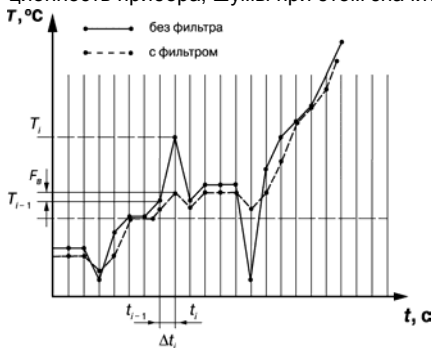

Рисунок 3.4
3.1.4.4.2 Полоса цифрового фильтра позволяет защитить измерительный тракт от единичных помех и задается в единицах измеряемой величины. Если измеренное значение  $T_i$  отличается от предыдущего  $T_{i-1}$  на величину, большую, чем значение параметра **Fв**, то прибор присваивает ему значение равное  $(T_{i-1} + F_{\text{в}})$ , а полоса фильтра удваивается (рисунок 3.4). Таким образом характеристика сглаживается.